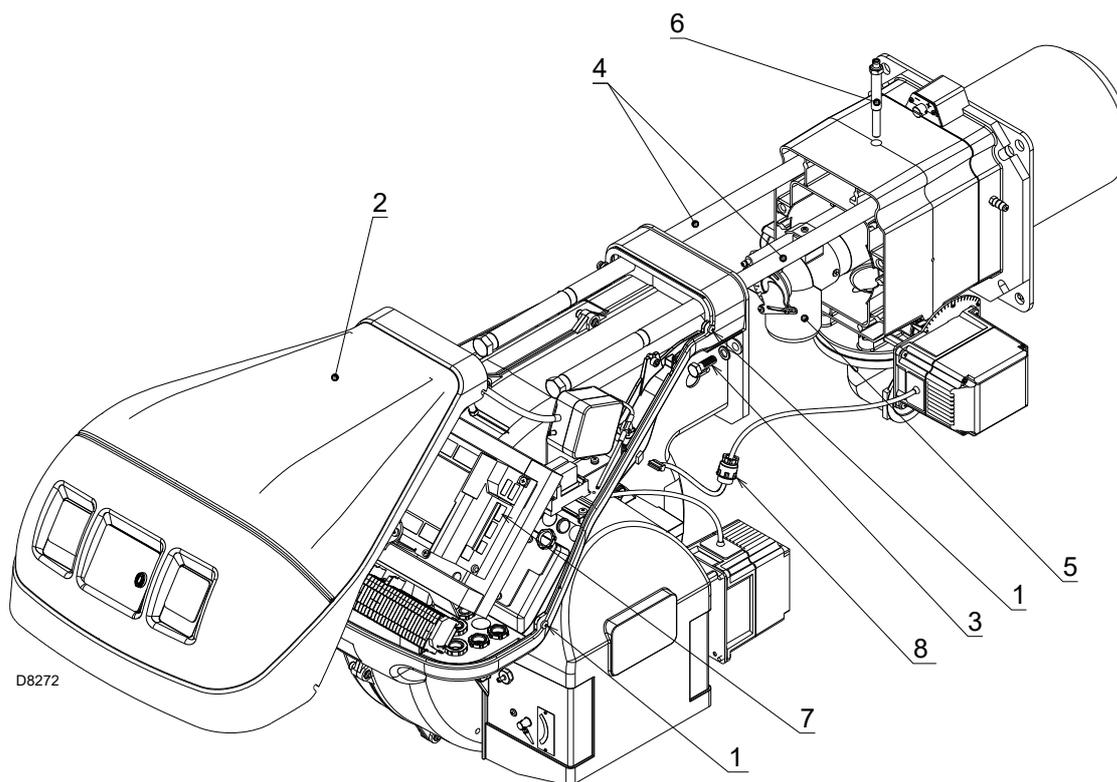

Fig. 40
S'assurer que les trous de sortie du gaz pour la phase d'allumage, présents dans le distributeur de la tête de combustion, soient exempts d'impuretés ou de dépôts de rouille. En cas de doute, démonter le coude (Fig. 40 à la page 58).
- Desserrer les 4 vis 1)(Fig. 40) et déposer le capot 2).
- Brancher la fiche du servomoteur 7)(Fig. 40) et visser le passe-câble 8).